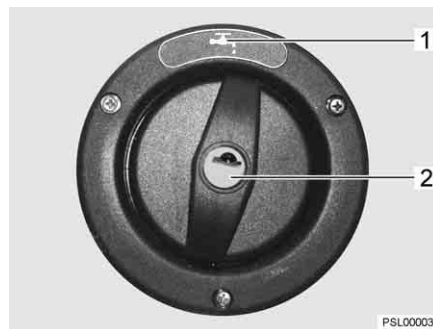

Fig. 181 Bocchettone di riempimento dell'acqua potabile
Il bocchettone di riempimento dell'acqua potabile è contrassegnato dal simbolo "1" (Fig. 181,1). Il coperchio viene aperto e chiuso con la chiave per le serrature degli sportelli esterni.
- Inserire la chiave nel cilindro della serratura (Fig. 181,2) e ruotare in senso antiorario di un quarto di giro.
- Aprire il bocchettone di riempimento dell'acqua potabile (Fig. 181) (vedi capitolo 6).